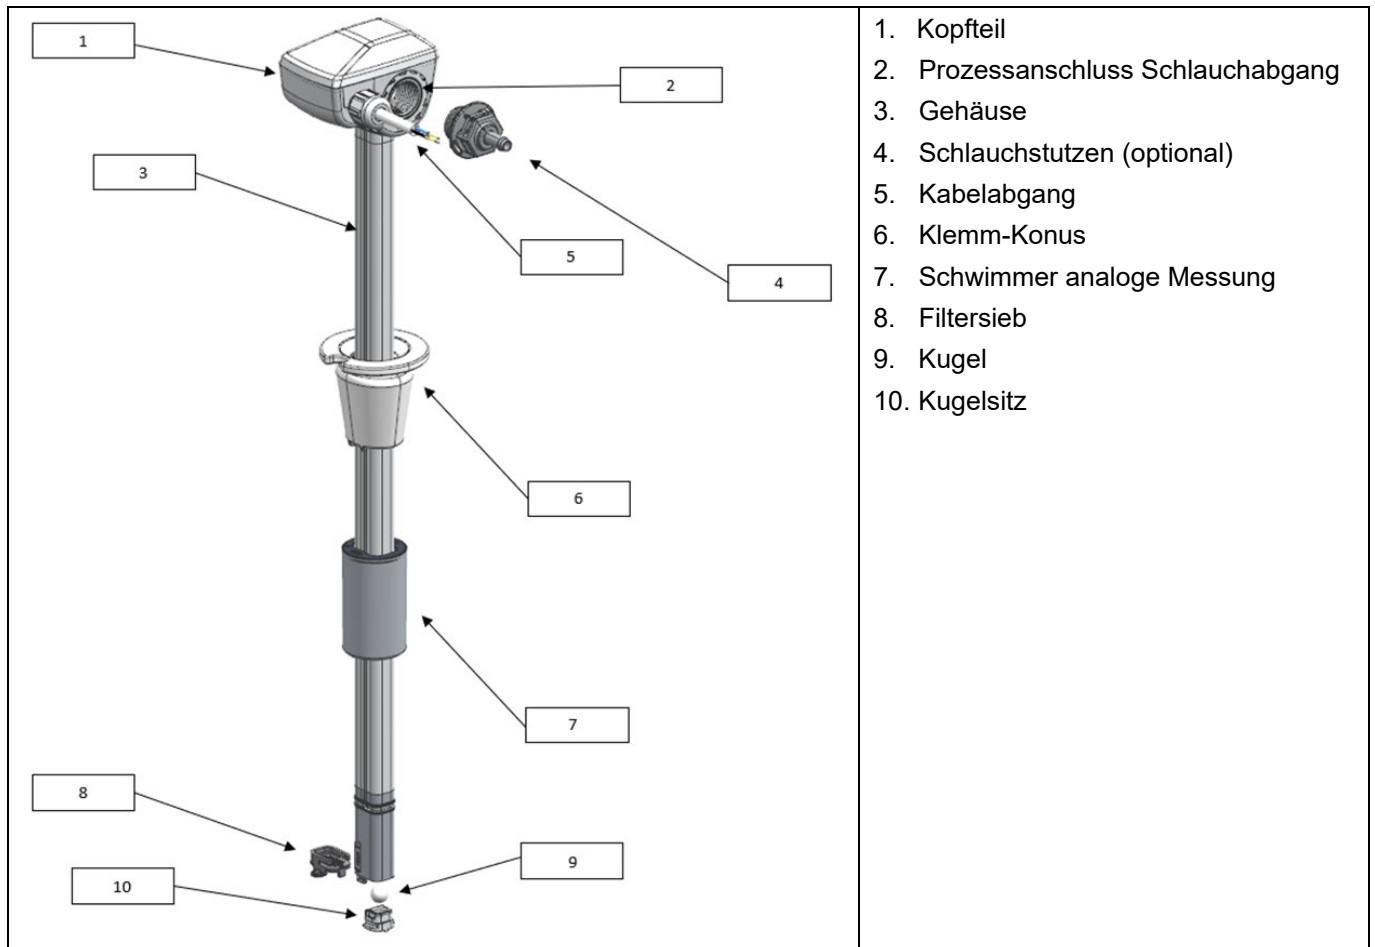

Abbildung 5
Der Schwimmer (Abbildung 4, Pos 7 und Pos 8 sowie Abbildung 5, Pos 7) mit integriertem Magneten bewegt sich in Abhängigkeit des Füllstandes auf und ab. Dadurch wird ein Reed-Schalter betätigt. Je nach Schaltfunktion des Reed-Schalters erfolgt das Signal bei steigendem oder fallendem Niveau.
eloLance SL2R Varianten verfügen über eine kontinuierliche Füllstandsmessung mit einem erweiterten Messbereich, der mittels Schwimmer (Abbildung 5, Pos 7) und Reed-Raster erfasst wird.
Durch das integrierte Filtersieb (Abbildung 4, Pos 9 und Abbildung 5, Pos 8) wird sichergestellt, dass die eloLance und das angegliederte System vor groben Fremdkörpern und Verunreinigungen geschützt werden.
Die Auslaufbremse besteht aus einer frei beweglichen Kugel (Abbildung 4, Pos 11 und Abbildung 5, Pos 9) und dem Kugelsitz (Abbildung 4, Pos 12 und Abbildung 5, Pos 10). Die Auslaufbremse verhindert ein Auslaufen größerer Mengen nach Entnahme der eloLance aus dem Behälter.
Die eloLance wird am Kopfteil mittels Schlauchstutzen (Abbildung 4 und Abbildung 5, Pos 4) mit einem Schlauch (nicht im Lieferumfang) und dem nachgelagerten System (z. B. Dosierpumpe) verbunden.
- ▶ Schlauchstutzen (Abbildung 4 und Abbildung 5, Pos 4) in das G3/8“ Gewinde einsetzen. Anzugsdrehmoment 2,3 Nm -0,2 Nm/+0,7 Nm einhalten, damit die Dichtigkeit gewährleistet ist.